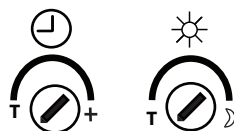

Fig. 5
1. Active el modo de prueba (test) girando las perillas (con flechas) de control de luz y nivel de luz hacia la izquierda hasta que se hayan llegado a "T" y se detengan (Fig. 5).